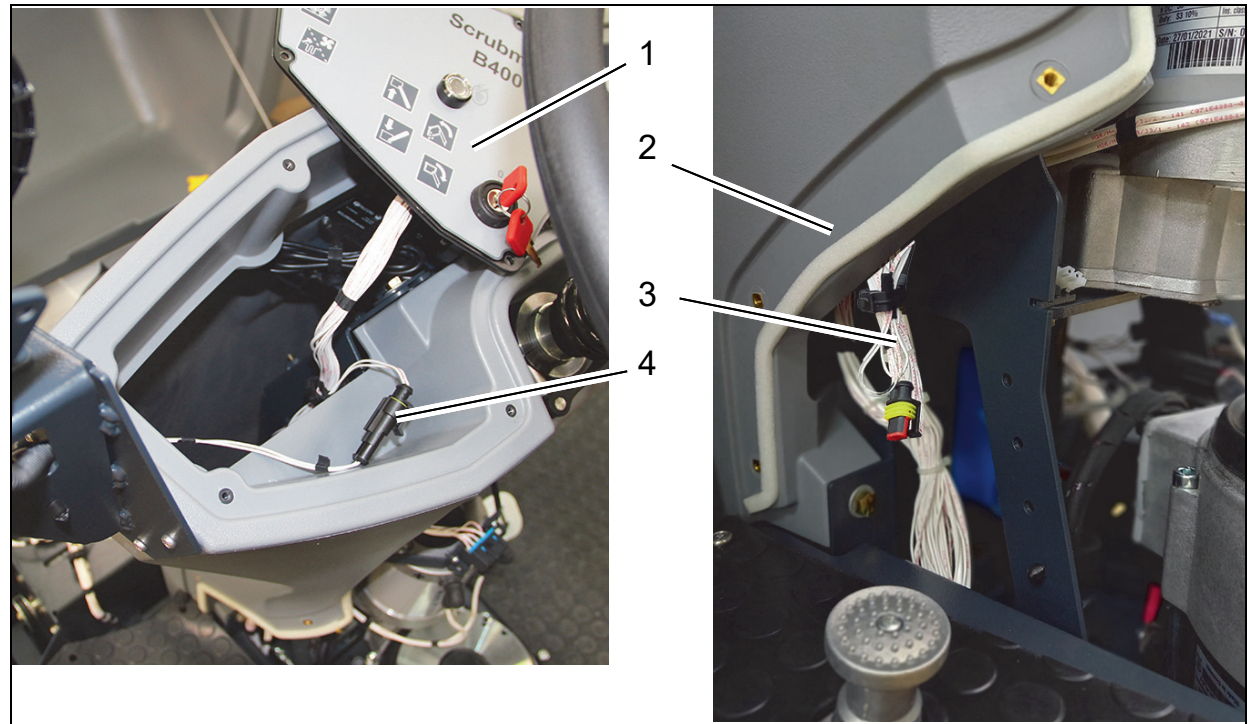

Abb. 3
1. Bedienfeld (Abb. 3/1) demontieren.
2. Motorabdeckung am Lenkturm (Abb. 3/2) demontieren.
3. Kabelschlaufen (Abb. 3/3) von Stecker E14/Kabelbaum W3 lösen.
4. Stecker E14 nach oben verlegen und mit dem Stecker XE14 vom Blue Spot verbinden (Abb. 3/4).